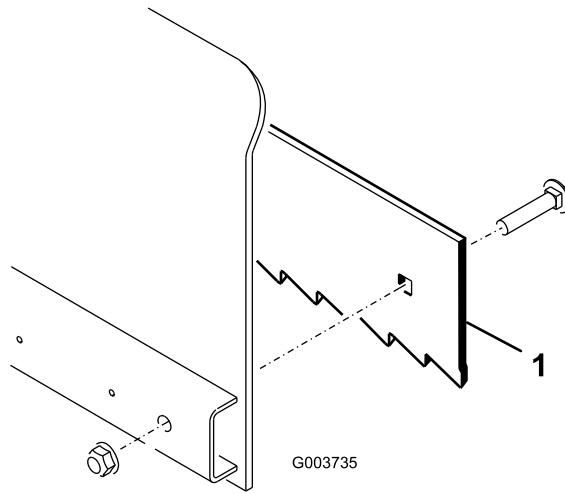

Figura 3
- Para um condicionamento mais agressivo:** posicione a chapa de desgaste (Figura 3) com os dentes apontados para a frente.